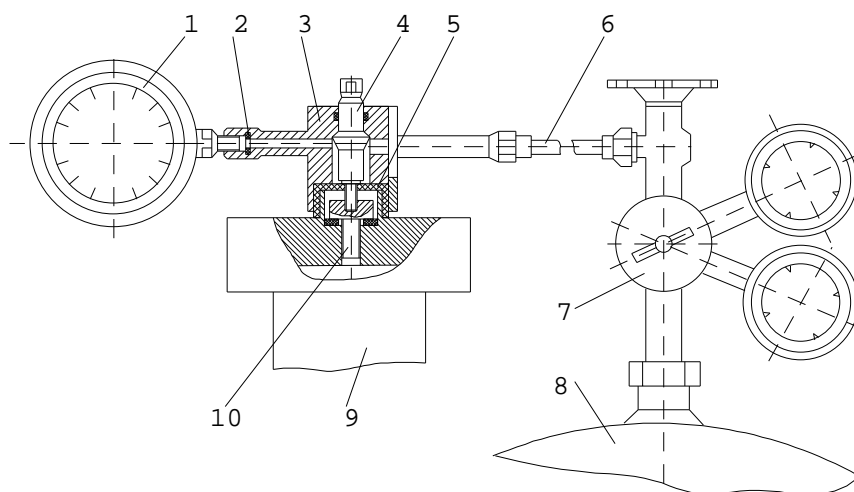

Рис. 10 Схема зарядки баллона пневмогидроаккумулятора
**ВНИМАНИЕ!** На рис. 10 дан эскиз одного из вариантов зарядного приспособления. Допускается использовать зарядное приспособление другой конструкции при гарантированной безопасности проведения работ.